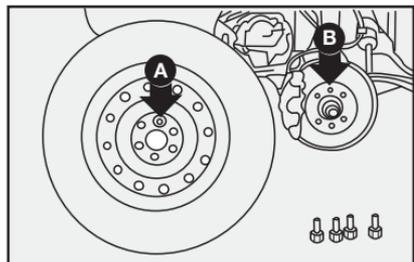

fig. 19
6) Monte la rueda de repuesto, de manera que los tornillos **B** coincidan con los orificios **A**-fig. 19.